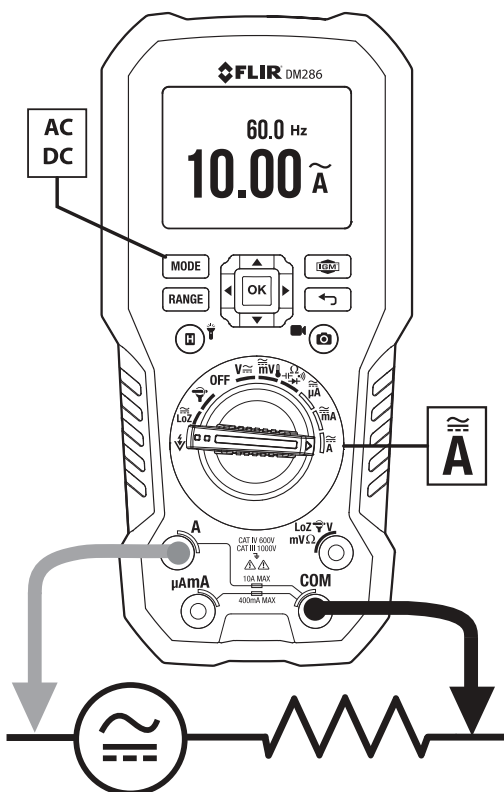
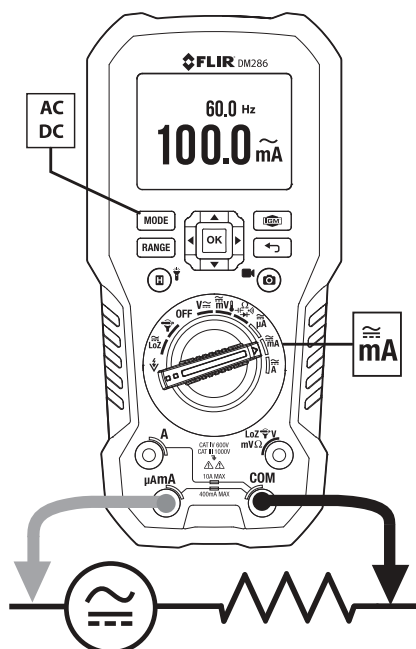
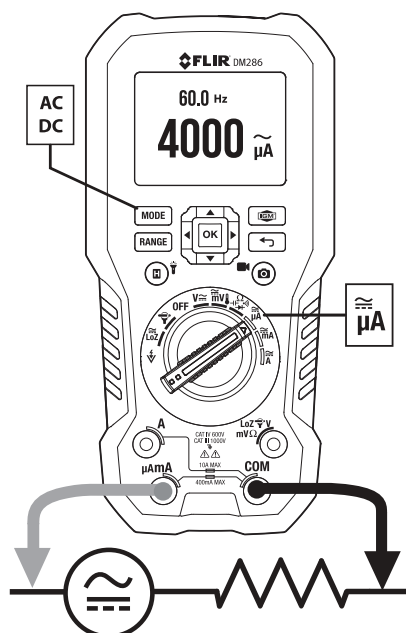

Fig. 9.10 Mesure de courant de haute intensité en A
Fig. 9.11 Mesure de courant en mA
Fig. 9.12 Mesure de courant en μA
4. Connectez les cordons de mesure en série à la partie illustrée dans la **Fig. 9.10** pour les mesures en A, à celle illustrée dans la **Fig. 9.11** pour les mesures en mA, ou à celle illustrée dans la **Fig. 9.12** pour les mesures en μ A.